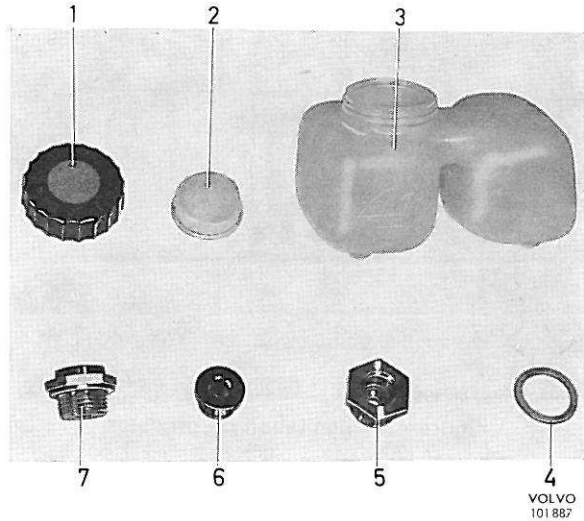
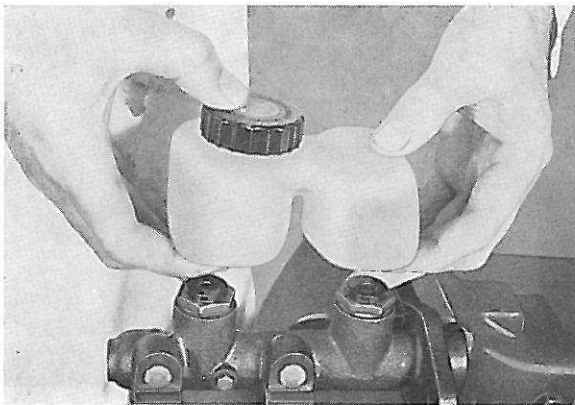

Figure 49. Réservoir de liquide de frein
Figure 48. Démontage du réservoir
Ce réservoir existe en deux modèles différents. Ceux montés sur les Volvo 142 numérotés jusqu'à 1499 et les Volvo 144 numérotés jusqu'à 37099 sont complètement séparés l'un de l'autre et sont munis chacun d'une soupape AKB, figure 47. Cette soupape permet d'empêcher les pistons de freins de se déplacer si loin du disque de frein — par suite des secousses par exemple — qu'il se produise une réduction de la réserve à la pédale. Sur les autres voitures, le réservoir de liquide de frein possède une partie supérieure (repère maxi et bouchon de remplissage) commune aux deux circuits, voir figure 49. Ce réservoir ne possède pas de soupape AKB. La fonction décrite ci-avant est assurée par les dispositifs ASB montés sur les étriers des freins des roues arrière.
- 2.b. Concerne réservoir à deux compartiments réunis. Saisir le réservoir des deux mains et l'arracher du maître-cylindre, voir figure 48. Enlever le bouchon et le filtre du réservoir, ainsi que les écrous et les joints caoutchouc du cylindre, voir figure 49.
5.b. Concerne réservoir à un seul compartiment. Remettre les écrous (5, figure 49), les rondelles (4) et les joints caoutchouc (6). S'assurer que l'orifice d'aération du bouchon (1) est bien dégagé et remettre le filtre (2) et le bouchon en place. Reposer le réservoir en se référant à la figure 48.